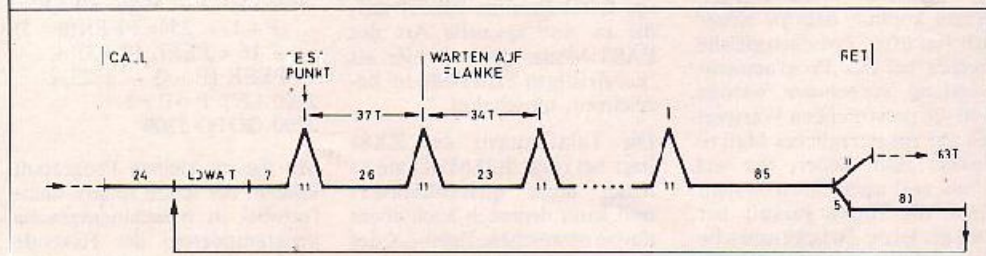

Bild 2. Timing für LDBYTE: 201T + LDWAT für den Prüfzeitraum
Bild 2 gibt das Timing-Diagramm der Ladroutine LDBYTE wieder. Die Testzeit für SuperTape ist am günstigsten für:
In LDBYTE müssen Sie über ein Port die Signalabfrage durchführen können. Falls auch ihr Rechner, ähnlich wie der ZX81, nicht über eine Warmstartmöglichkeit verfügt, sollten Sie hier auch eine BREAK-Abfrage einbeziehen. Der OUT-Befehl in Zeile 335 kann entfallen, woraufhin allerdings auch der WAIT-Befehl in Zeile 328 verschwindet. muß auch XOR A in XOR (HL) zu verwenden ist. Mit Hilfe eines Assembler-Handbuches können Sie dann ein Timing-Diagramm ähnlich wie Bild 2 erstellen und die notwendigen Verzögerungen für LDWAIT bestimmen.